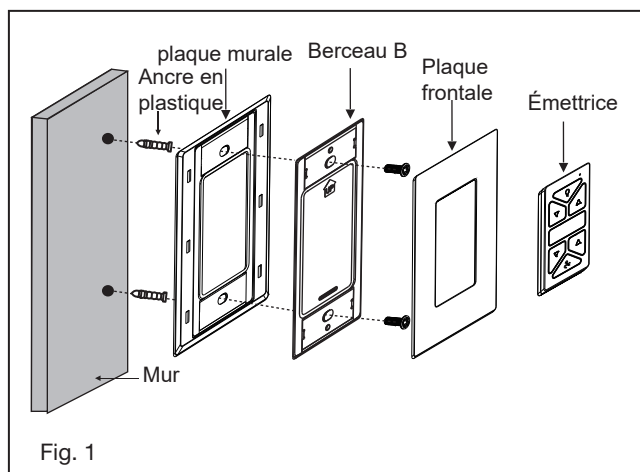

Fig. 1
- 1 Retirer la bille de la tige descendante en desserrant la vis de réglage sur le côté de la bille. Faites glisser la bille vers le bas et retirez la goupille à bille; retirer la bille. (Fig. 1)
- 1 Insérez le récepteur dans le haut du boîtier du ventilateur. (Fig. 1) Pour de meilleures performances, assurez-vous que l'antenne noire, à l'extrémité du récepteur, reste déployée et ne s'emmêle avec aucun des fils électriques.
- 1 Sélectionnez un emplacement souhaité. Utilisez la plaque murale pour marquer l'emplacement des trous de montage. Des chevilles murales en plastique ou des vis de montage sont nécessaires pour cette application. (Fig. 1)
Rentrez soigneusement le connecteur de fil et les fils à l'intérieur du moyeu de montage de l'ensemble moteur. Fig. 1
- 2 Alignement des 4 trous de l'assemblage LED avec 3 trous dans le moyeu de montage, assurez-vous que toutes les vis sont bien serrées (Fig. 1)